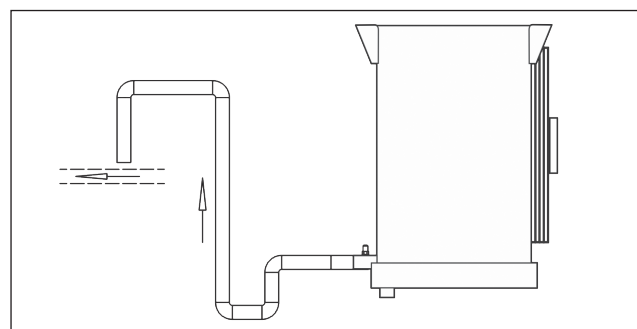

Рис. 11.4
5. Линия всасывания должна быть спроектирована и смонтирована таким образом, чтобы обеспечивать свободный возврат масла из воздухоохладителя в компрессор. Для этого рекомендуется на выходе из испарителя установить маслоподъемную петлю, поднять трубопровод строго вертикально вверх на высоту не менее 2/3 высоты изделия, установить обратную петлю в верхней части вертикального трубопровода и далее вести магистраль в соответствии с проектом (Рис. 11.4).